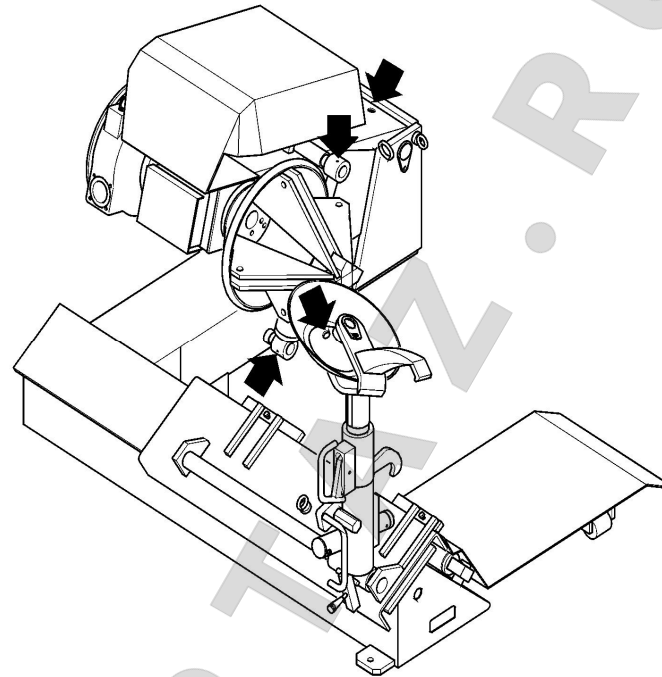

Рис. 41
1. Смазывайте станок в указанных местах консистентной смазкой один раз в месяц (Рис.41).